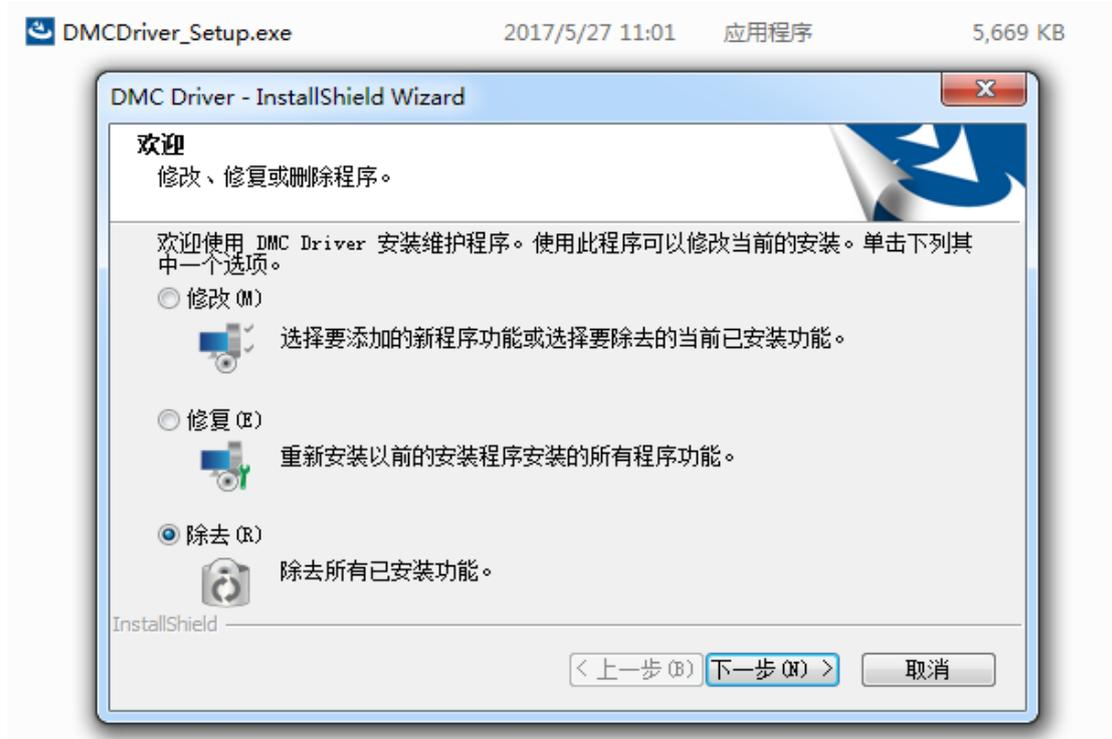

图 4.12 删除驱动选项
1、双击驱动文件 DMCDriver_Setup.exe，如果出现如图 4.12 所示对话框，请选择“除去”，并点击“下一步”。